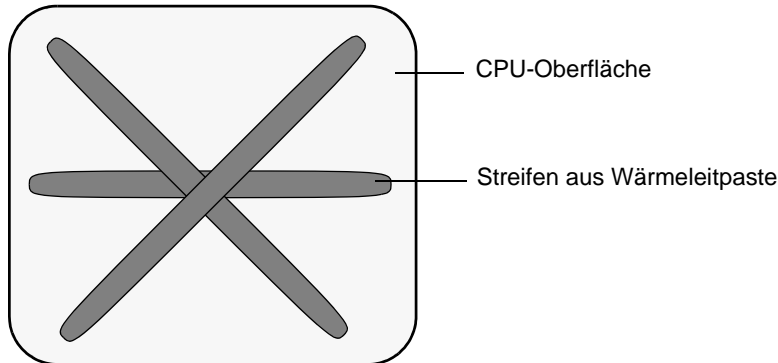

ABBILDUNG 3-12 Muster zum Auftragen der Wärmeleitpaste
- g. Verwenden Sie eine Spritze Wärmeleitpaste (1 ml), und tragen Sie die Paste sorgfältig in dem in **ABBILDUNG 3-12** dargestellten Muster auf der Oberfläche der CPU auf.
Hinweis – Im Lieferumfang der neuen CPU sind zwei Spritzen mit Wärmeleitpaste enthalten, verwenden Sie jedoch pro CPU nur jeweils eine Spritze. Tragen Sie die Paste in dem in ABBILDUNG 3-12 dargestellten Muster auf.